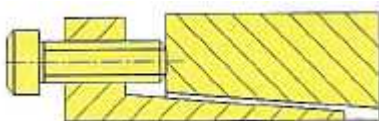
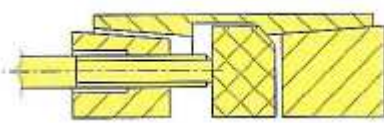
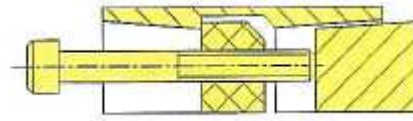

Fig. 3
Fig. 4
Fig. 5
**P60-K / P80-M / P80-S / P110-S / P110-T / P140-T:** Togliere tutti i bulloni a brugola ed avvitarli nei filetti di estrazione dell'anello anteriore, quindi premere l'anello posteriore ed allentare il morsetto. (Vedere Fig. 3).
Da P200-T fino a P1000-G: svitare tutti i bulloni a brugola come precedentemente descritto ed avvitarli nei fori filettati dell'anello frontale e toglierlo (Fig. 4). Avvitare quindi i bulloni a brugola nella flangia centrale e togliere l'anello di spinta posteriore (Fig. 5). Alcuni gruppi sono provvisti di un giunto ad anello sul lato elica del cuscinetto reggispinta che si smonta semplicemente togliendo i bulloni. Per alcune applicazioni si usa un giunto interno nella parte posteriore del reggispinta che può essere smontato nello stesso modo descritto in Fig. 3.